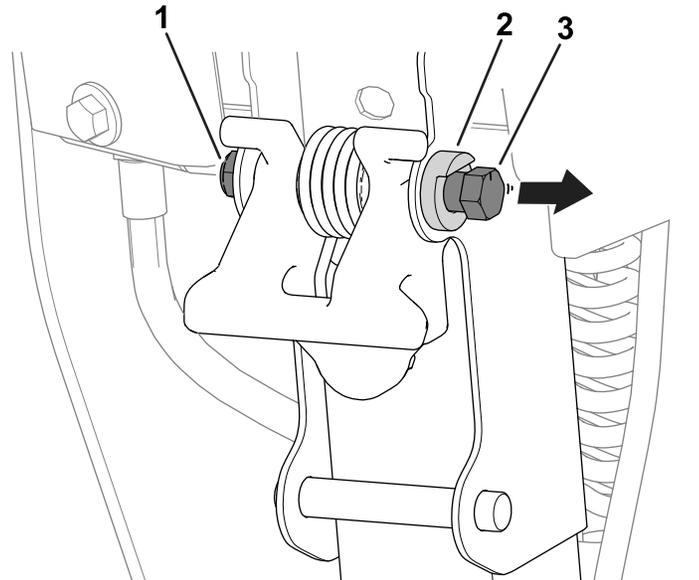

Figura 11
- Allentate il dado sul bullone del fermo in modo che la testa del bullone possa muoversi liberamente oltre il blocco della rotazione (Figura 11).
3. Stringete il dado sul bullone del fermo (Figura 11) in modo che il del bullone sia collocato contro il blocco della rotazione.